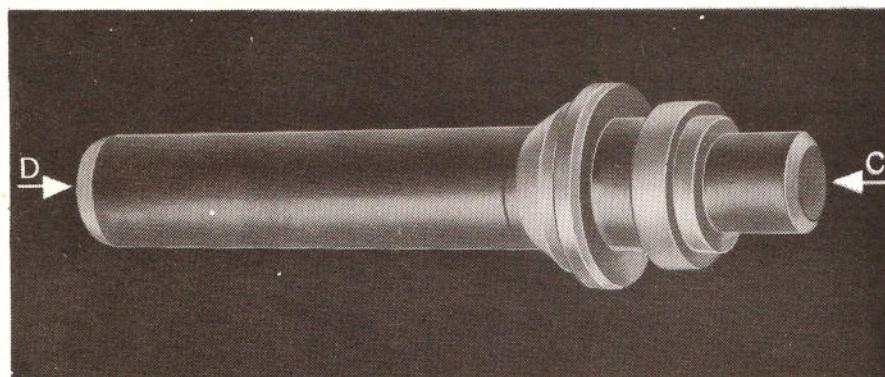

FIG. 6 – Vástago Válvula Proporcionadora.
(2), cuya configuración y disposición podemos observar en los detalles A y B de la Figura 5. En el extremo opuesto del vástago se encuentra un retén (6) que impide la llegada del líquido al área o superficie formada por ese extremo del vástago. Como veremos este detalle tiene fundamental importancia en el funcionamiento de la válvula, pues da lugar al desequilibrio necesario en los valores de superficie expuestos por el vástago al líquido. O sea que la superficie ofrecida por el vástago a la acción del líquido debe ser siempre mayor en el sentido de la flecha "C" (Fig. 6) que en el sentido de la flecha "D".